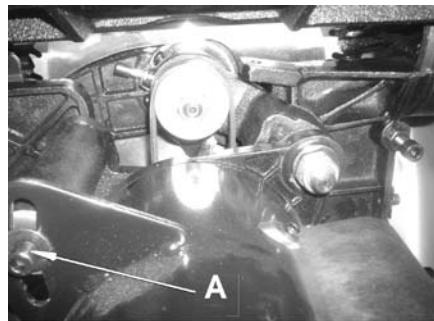

Рис. 30
2. Ослабьте шестигранные гайки, которые крепят двигатель (A, Рис. 30), и полностью поднимите двигатель,